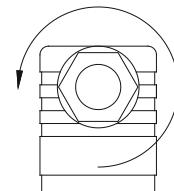

Abb. 7
- ↳ Lösen Sie die Kabelverschraubung ⑤ M16x1,5 (→ Abb. 7).